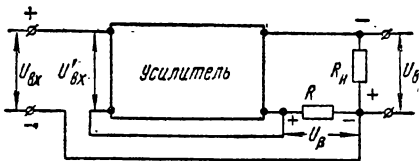

Рис. 3. Скелетная схема усилителя с отрицательной обратной связью по току
- 2) отрицательную обратную связь по току (рис. 3);
В схеме на рис. 3 напряжение отрицательной обратной связи  $U_\beta$  пропорционально выходному току и определяется величиной падения напряжения на сопротивлении  $R$ .